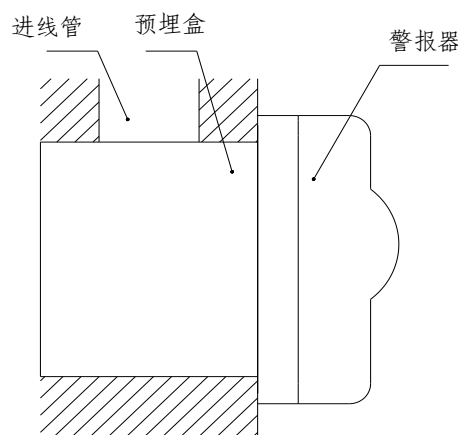

图 2 进线管预埋示意图
3. 当进线管预埋时可先将底壳安装在 86H50 预埋盒上，安装孔距为 60mm(参见图 3)。安装方式如图 2 所示。